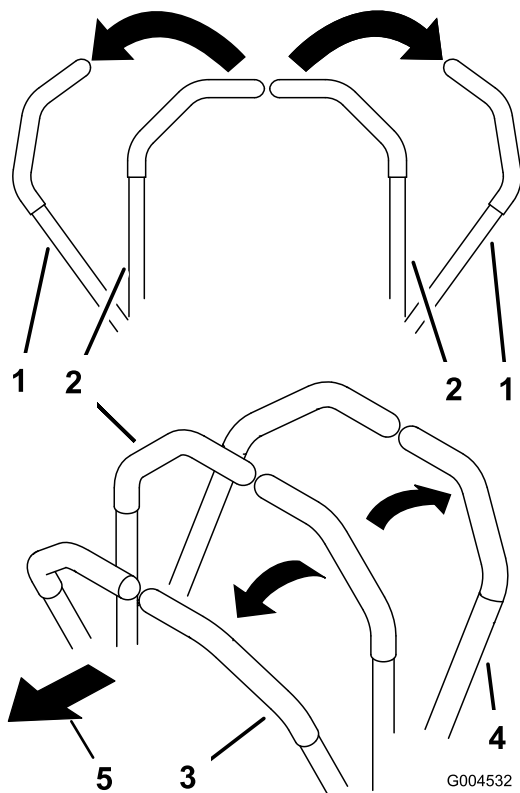

Bild 18
1. Schieben Sie die Fahrtriebshebel (Bild 18) aus der ARRETIERTEN NEUTRAL-Stellung.
3. Drücken Sie die Steuerhebel langsam nach vorne, um vorwärtszufahren (Bild 18).
Wenden Sie denselben Druck auf beide Fahrtriebshebel an, um geradeaus zu fahren (Bild 18).
Bewegen Sie zum Wenden den Fahrtriebshebel in Richtung Neutral in der Richtung, in der Sie wenden möchten (Bild 18).
2. Ziehen Sie zum Rückwärtsfahren die Fahrtriebshebel langsam nach hinten (Bild 18).
Verringern Sie zum Wenden den Druck auf den Fahrtriebshebel in der Richtung, in der Sie wenden möchten (Bild 18).